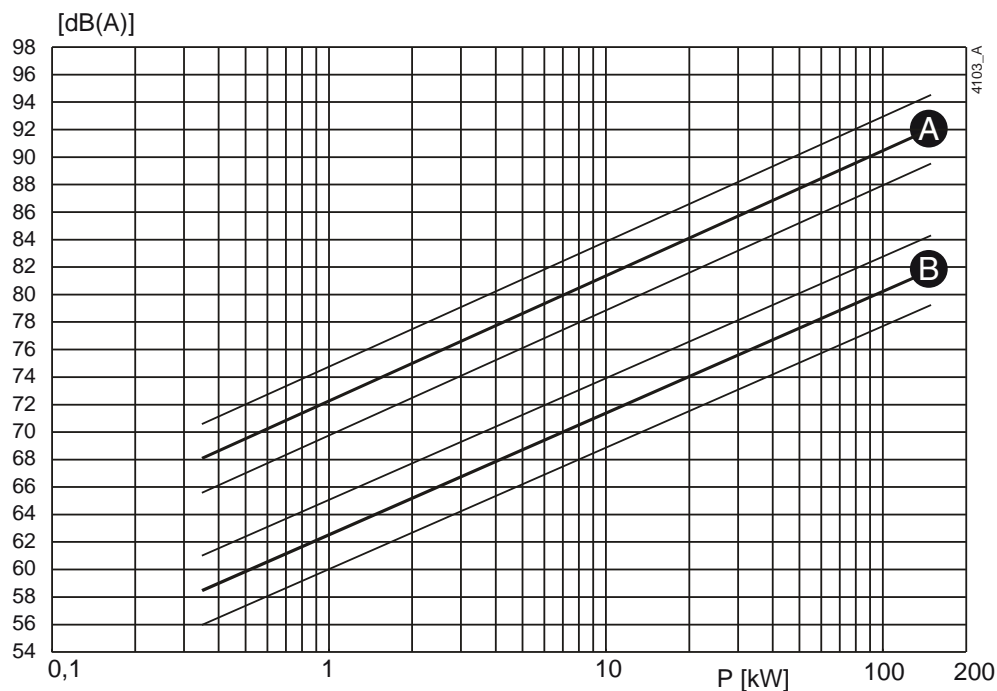
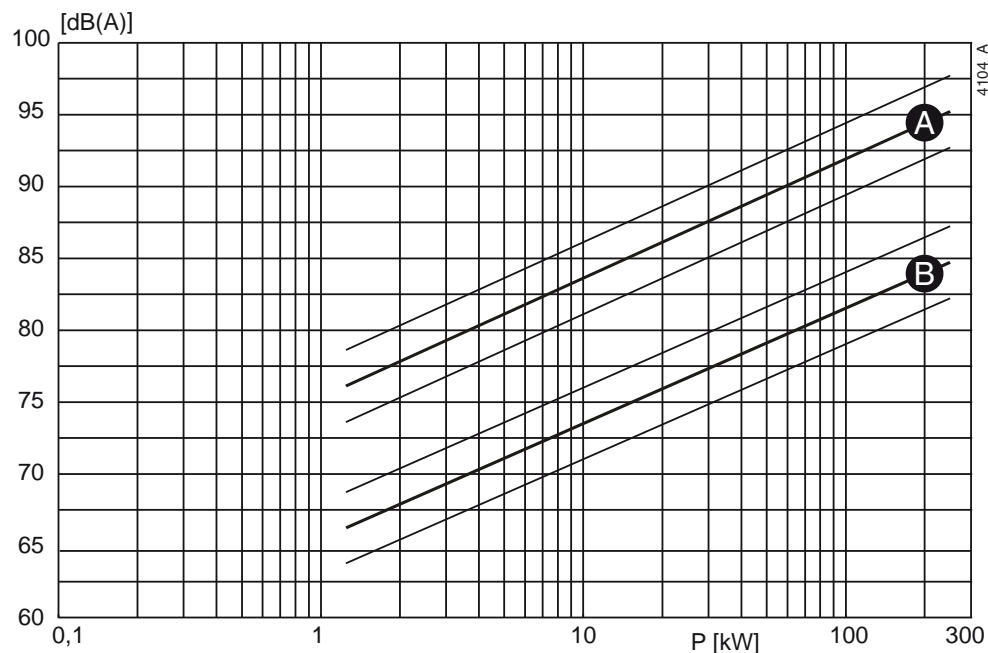

Abbildung 20: Schall als Funktion der Pumpenleistung [kW] bei  $1450 \text{ min}^{-1}$
Abbildung 21: Schall als Funktion der Pumpenleistung [kW] bei  $2900 \text{ min}^{-1}$
- 1 Um den Schallpegel ( $L_1$ ) der Pumpe zu bestimmen, siehe Abbildung 20 oder Abbildung 21.